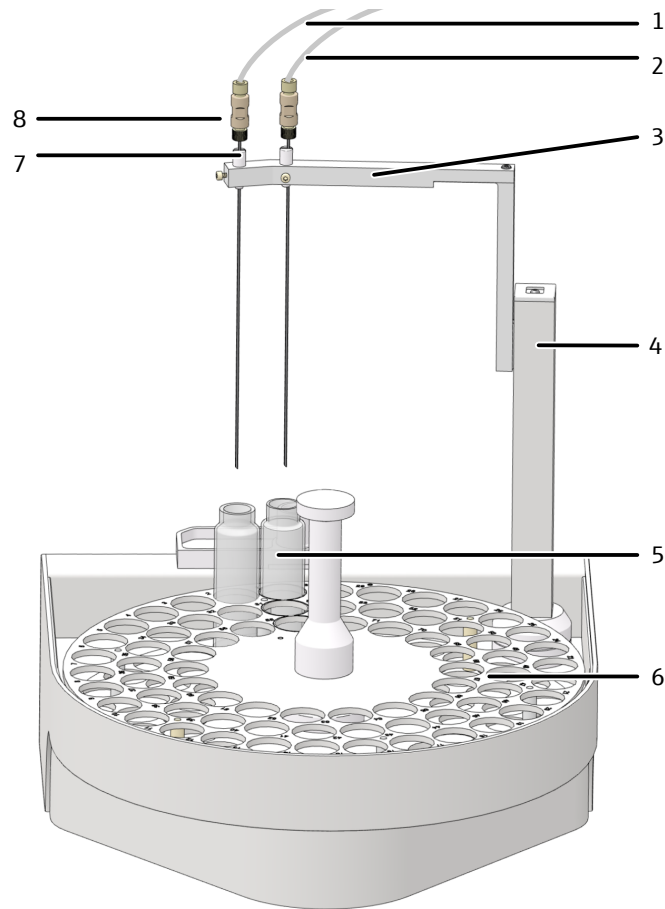

Abb. 30 Aufbau des Probengebers AS vario
- ▶ Für NPOC-Messungen mit parallelem Ausblasen: Einführung je einer Kanüle mit Hülse in die beiden Positionen der Kanülenhalterung (Abb. 30  53).